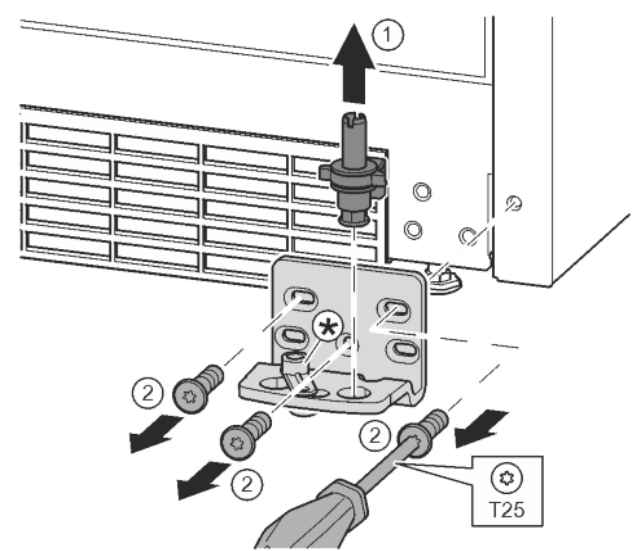

Fig. 15
- Sortir complètement par le haut l'axe de palier. Fig. 15 (1)
- Desserrer les vis avec le tournevis T25 et enlever le support de palier. Fig. 15 (2)